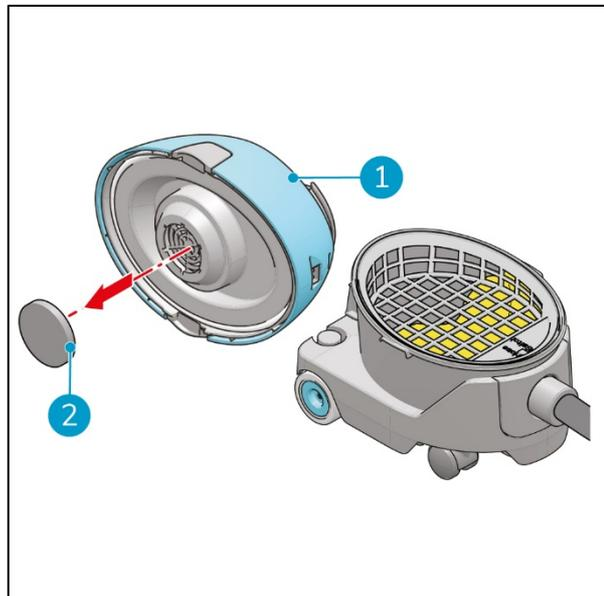

Abbildung 19
4. Legen Sie den Deckel auf eine ebene Fläche (Abbildung 19, Pos. 1).
5. Entnehmen Sie den alten Motorfilter (Abbildung 19, Pos. 2).
6. Setzen Sie den neuen Motorfilter ein (Abbildung 19, Pos. 2).